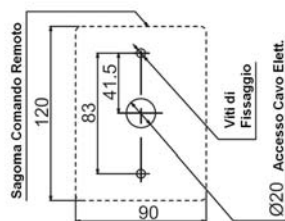

Fig. 1
2. Praticare 3 fori nel muro (Fig.1), uno per il cavo, due per le viti di fissaggio. Applicare i tasselli se necessario
4. Verificare che il tipo di gas selezionato tramite la posizione dei microinterruttori del PCB (Fig.1 e pag.33) coincida con il gas dell'impianto.